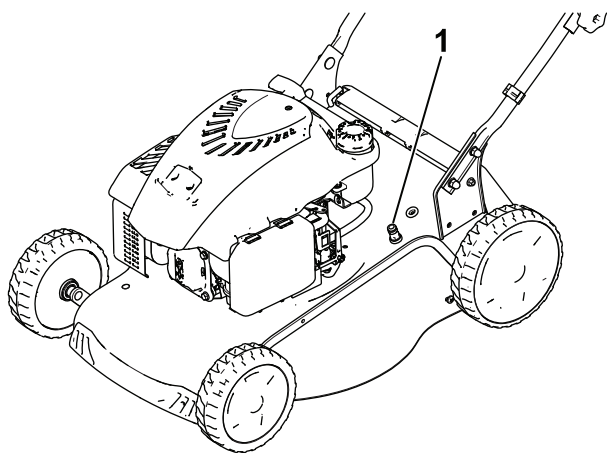

Figura 18
5. Atașați un furtun de grădină care este conectat la o sursă de apă la portul de spălare rapidă (Figura 18).